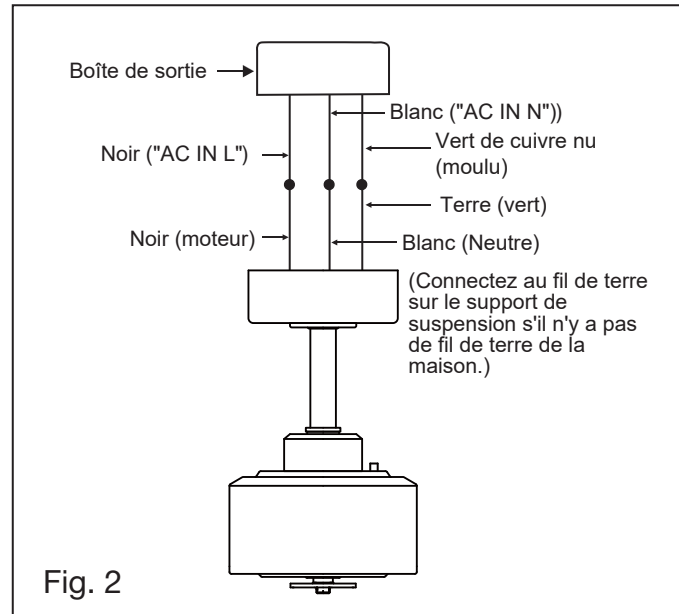

Fig. 2
- 3 Desserrez les deux vis de sécurité et retirez la goupille de la tige de suspension et le clip de retenue de l'accouplement sur le dessus de l'ensemble moteur. (Fig.2)
- 3 Fixez l'assemblage de la lame au moteur avec les vis fournies et verrouillez les rondelles de blocage en utilisant une clé pour bras de lame. (Fig. 1) Répétez la procédure pour les lames restantes. Assurez-vous que les vis sont **SERRÉES!** Des vis de moteur desserrées peuvent contribuer à un ronflement inutile pendant le fonctionnement. (Fig.2)